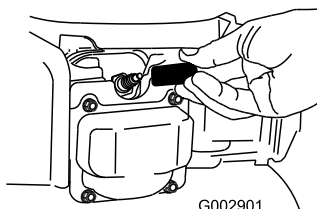

Figura 36
2. Staccate il cappello dalla candela (Figura 36) prima di eseguire interventi di manutenzione.